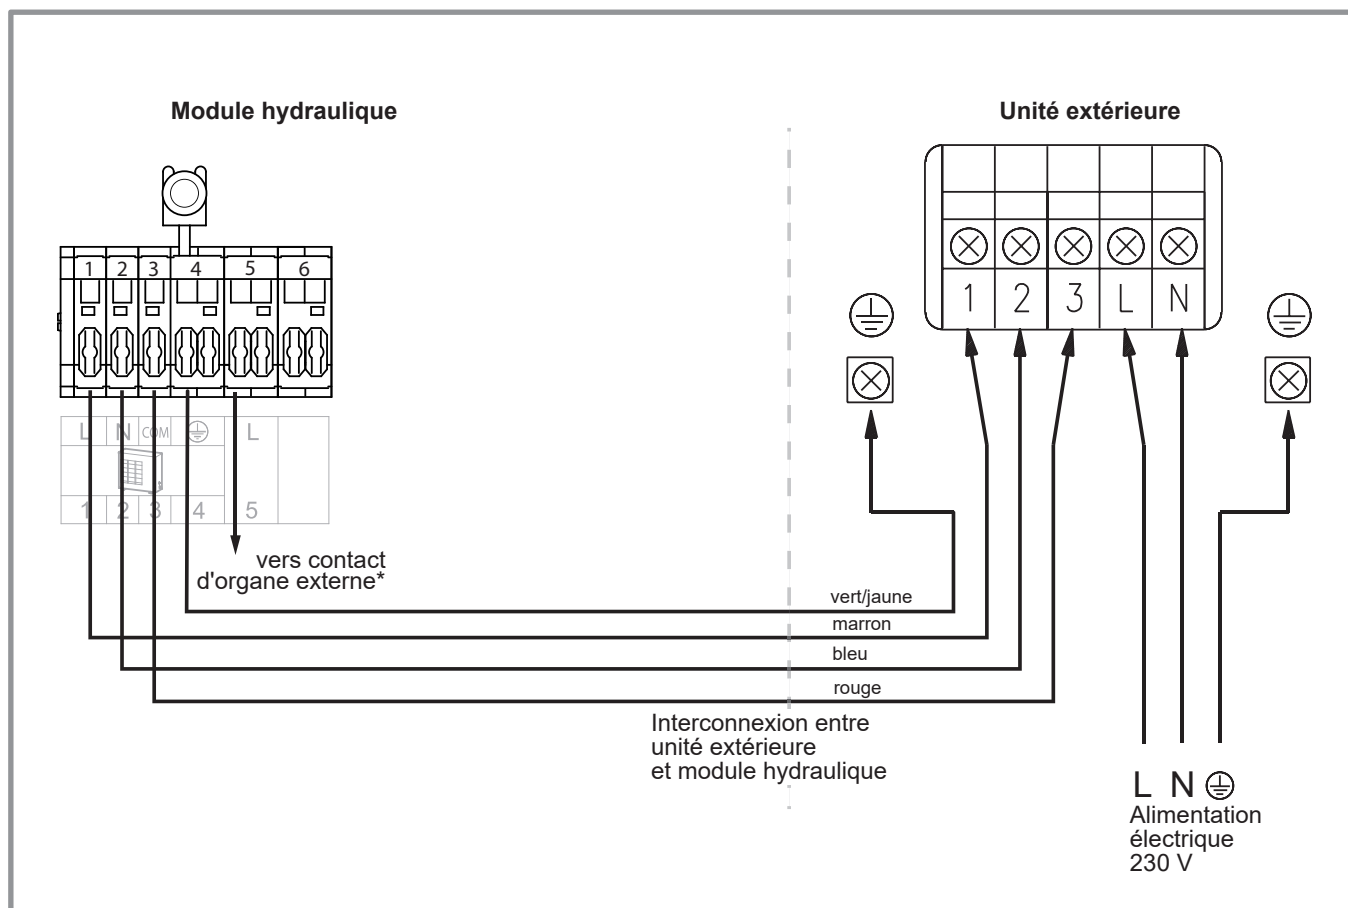

figure 38 - Raccordement aux borniers et relais de puissance
- Effectuer les raccordements suivant les schémas (figure 38 et figure 39).